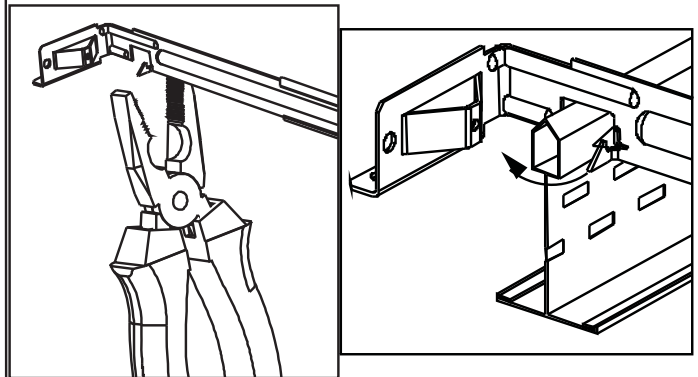

Figure 4
2. Locate the four (4) T-bar slots near the end of the bar hanger. Bend tabs out, slip the hanger bar over the T-bar and press the tabs back against T-bar to hold it in place (See Figure 4).
Figure 4: connect the electrical supply connection in the detachable junction box. Secure the junction box by placing it through the keyhole slot and attach luminaire using the connector.
Figure 4 : Faire la connexion d'alimentation électrique dans la boîte de jonction amovible. Fixer le boîtier de raccordement en le faisant passer par le trou piriforme et fixer le câble du luminaire à l'aide de l'écrou du connecteur.